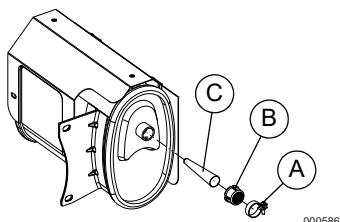

Figure 4-5. Tamis du pare-étincelles
- Voir la **Figure 4-5**. Desserrez le collier de fixation (A) et retirez la vis.
- Inspectez le tamis (B) et remplacez-le s'il est tordu, perforé ou endommagé. Si le tamis semble en bon état, nettoyez-le à l'aide d'un solvant disponible dans le commerce.
- Remettez le cône (C) et le tamis (B) du pare-étincelles en place. Fixez-les à l'aide de la vis et du collier de fixation.